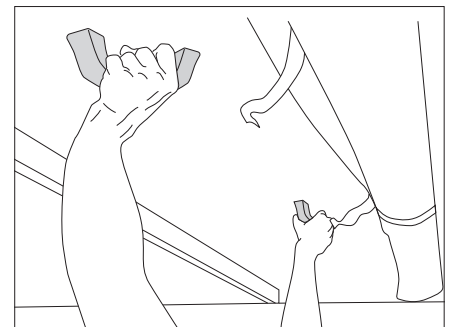

Figure 39 Relever le toit relevable
- Pousser à deux mains le toit relevable vers le haut (Figure 39).